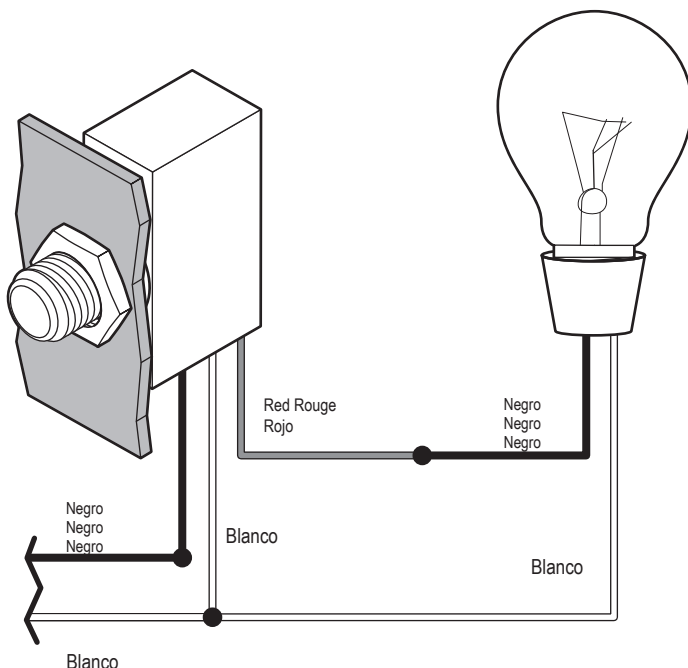

FIG. 2. Diagrama de Cableado
4. Cableado de la fotocelda. Consulte FIG. 2.
4. Branchez le photocontrôle. Reportez-vous à la FIG. 2.
4. Coloque los cables en el control fotelectrónico. Consulte la FIG. 2.